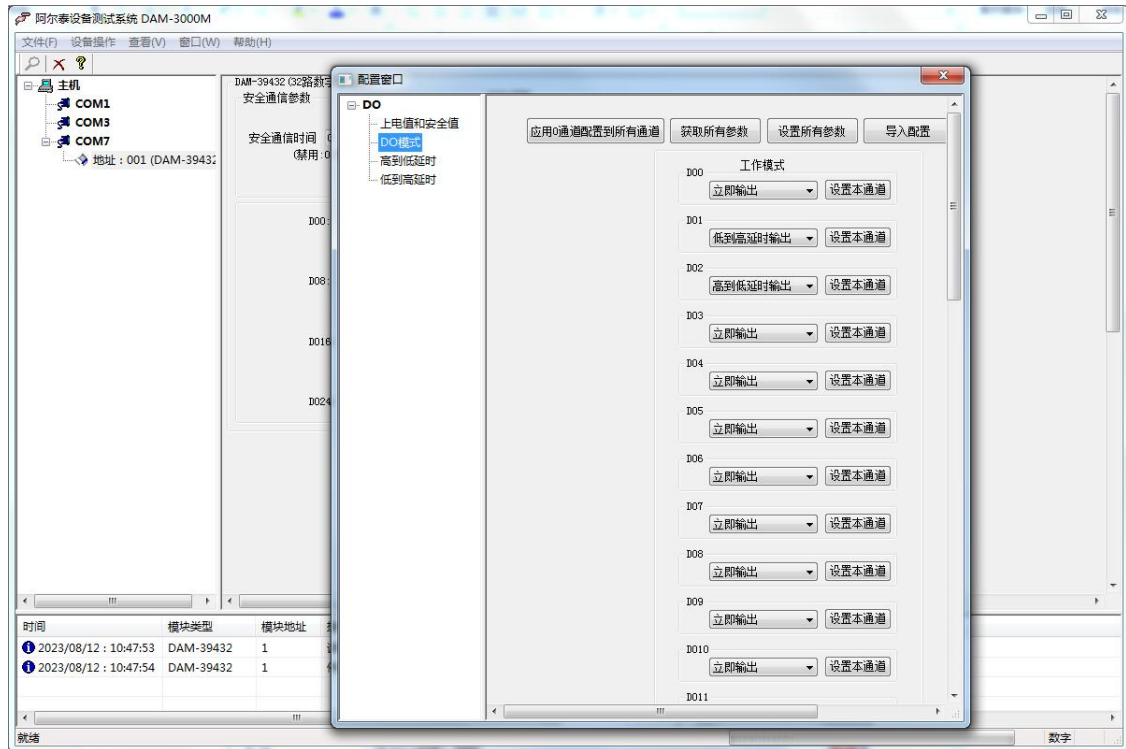

图 10
- 2) 单击方框后可对当前通道继电器进行控制（绿色为断开，红色吸合），点击开始采集后可实时查看当前所有通道继电器状态，点击“保存使能”可将 DO 状态以 Excel 格式保存记录 DO 输出状态；填写安全通讯时间后点击“设置”，当设备与上位机超过安全通讯时间未通讯则设备输出安全值，安全值设置方法见图 10